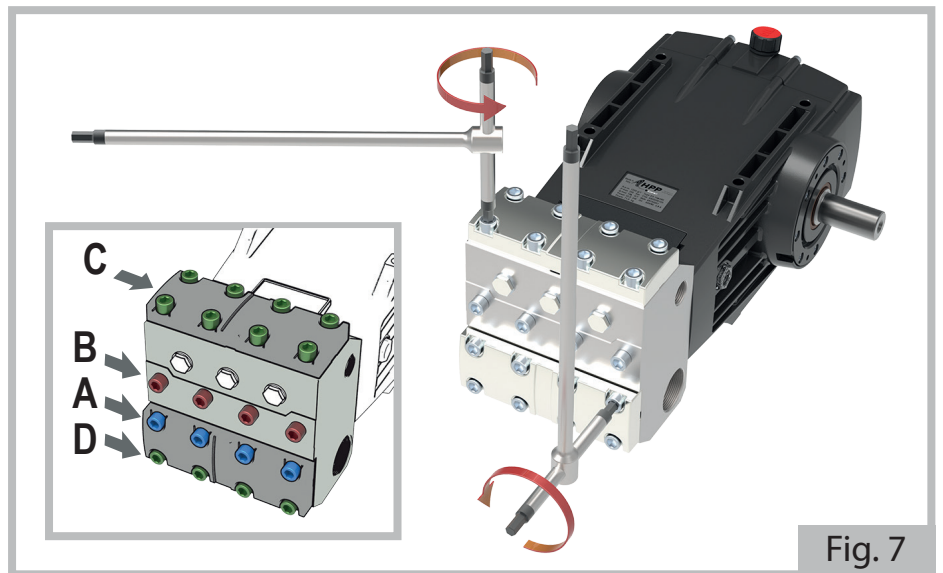

Fig. 7
- a) Démontez les deux bouchons de la soupape (1) de la tête (3), en dévissant les vis **A-C-D** (voir détail figure 7) avec une clé mâle à six pans de 12 mm, en suivant la procédure ci-dessous :
- retirer les deux bouchons de soupape (1)